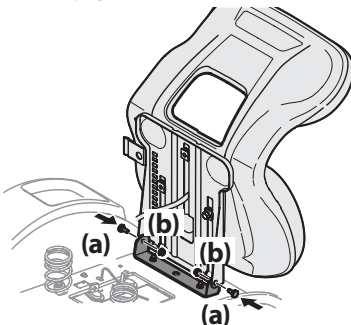

Figura 6
4. Luego, con los tornillos con reborde (a) y las tuercas de seguridad con brida (b) previamente quitados, asegure un lado del asiento y soporte del asiento. Mientras sostiene el asiento, quite el destornillador Phillips y asegure el otro lado del asiento. Tenga cuidado de no doblar o dañar el mazo de cables mientras instala el asiento. Consulte la Figura 6. Ajuste hasta 84-103 pulgadas-libras (10-12 N-m).